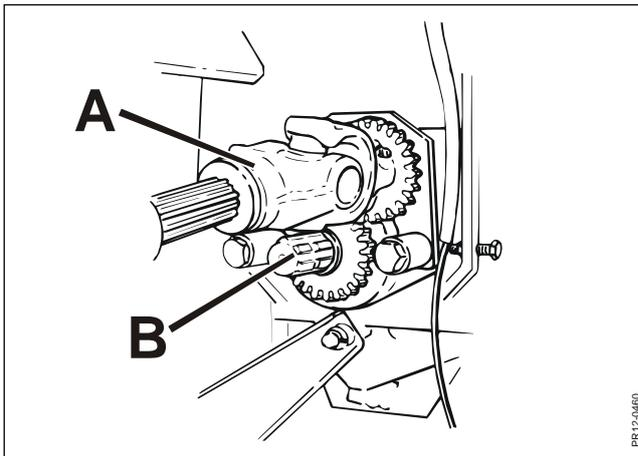
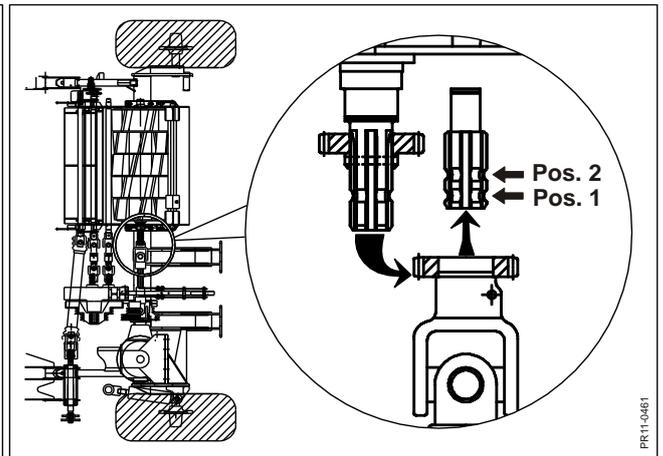

Fig. 5-6
Fig. 5-7
- Fig. 5-6** 2) Mueva el eje de la TDF **A** del rotor al pasador alternativo en la **pos. 1**, donde las ruedas
**Fig. 5-7** dentadas no están acopladas y, por lo tanto, el rotor no gira.
**ADVERTENCIA:** Es fundamental que no se mueva el eje de la TDF a la **pos. 2**, en la que el rotor gira en dirección contraria. Esta posición solo se usa para el afilado.
- Fig. 5-6** 4) Después de la inversión, desconecte la toma de fuerza de nuevo y, **cuando se haya detenido por completo la alimentación**, extraiga cualquier residuo y mueva el eje de la TDF **A** para que el rotor regrese al pasador **B** y vuelva a funcionar.